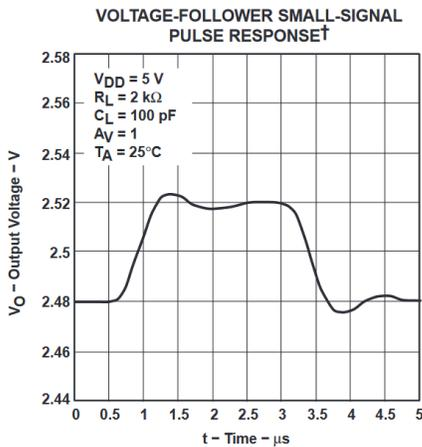

図 5-23.
- 負荷が参照される場所。負荷がいずれかのレールを基準としている場合、この条件は発生しません。歪みは、出力信号が負荷を基準としているポイントを通してスイングする場合にのみ発生します。図 5-23 に、2 つの  $2\text{k}\Omega$  負荷条件を示します。最初の負荷条件では、 $2\text{k}\Omega$  負荷を  $2.5\text{V}$  に接続した場合に観測される歪みを示しています。図 5-23 での 3 番目の負荷条件は、 $0\text{V}$  に接続された  $2\text{k}\Omega$  負荷について、歪みはないことを示しています。
- 負荷抵抗。負荷抵抗が増加するにつれて、出力に見られる歪みは減少します。図 5-23 に、 $2\text{k}\Omega$  負荷と  $100\text{k}\Omega$  負荷について、どちらも  $2.5\text{V}$  に接続した場合の出力の違いを示します。